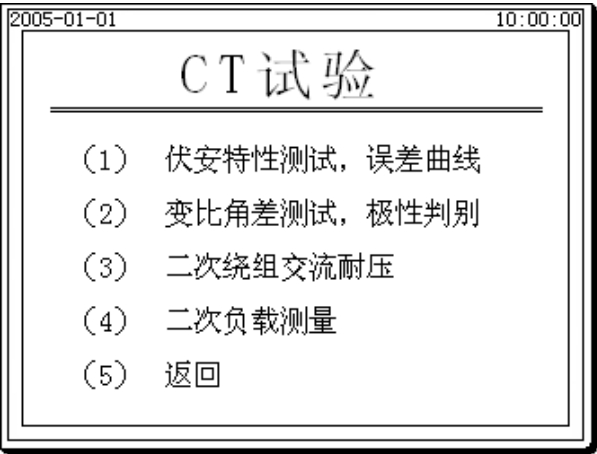

图 3
在主菜单界面，用旋转鼠标将光标移动到 **电流互感器试验** 选项上，按下旋转鼠标即可进入 CT 试验内容选择菜单（如图 3 所示），将光标移到某一项上，按下旋转鼠标即可进入此项试验操作界面。操作完成后按 “**(5) 返回**” 即可退出本界面。